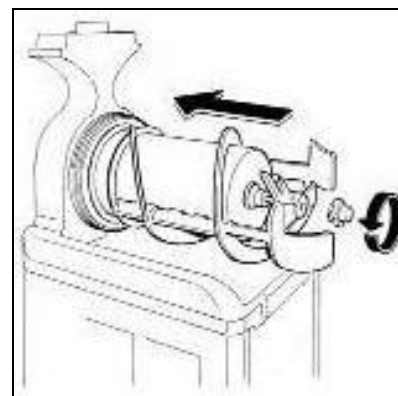

Fig. 21
- Fissare tutti i componenti avvitando il pomello in senso antiorario (fig.21).